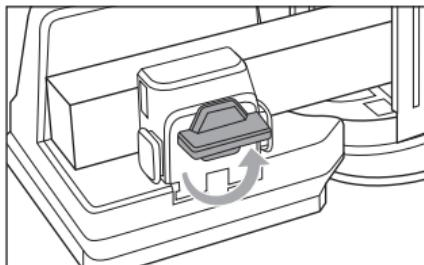

Fig. 8
- ◆ Tournez le bouton d'arrêt ③ dans le sens antihoraire pour desserrer la pièce en bois (voir fig. 8).